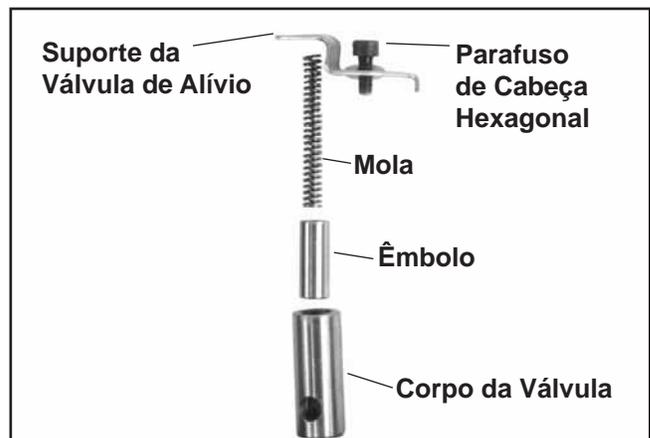

Figura 9-44. Retirar o Corpo da Válvula de Alívio da Pressão, o Êmbolo e a Mola (Estilo Anterior).
3. Identifique o tipo de válvula de alívio da pressão utilizada. Se o conjunto da válvula de alívio da pressão for como a mostrada na Figura 9-44, retire o parafuso de cabeça hexagonal, o suporte de retenção, o corpo da válvula, o êmbolo e a mola. Se a válvula de alívio da pressão for como a mostrada na Figura 9-45 não é necessário retirar. Consulte a nota na página seguinte.